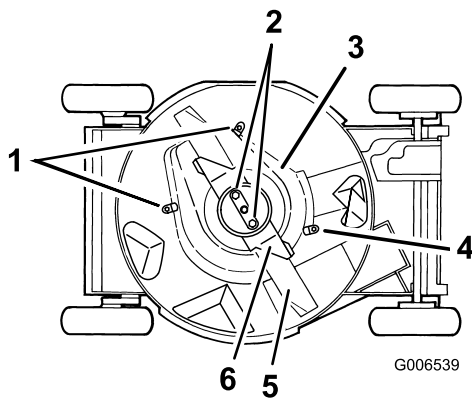

Figura 41
6. Afloje las pestañas que fijan el protector del embrague del freno de la cuchilla a la carcasa, aflojando las tuercas o los pernos de las pestañas (Figura 41). Gire las pestañas 180° para que no estorben.